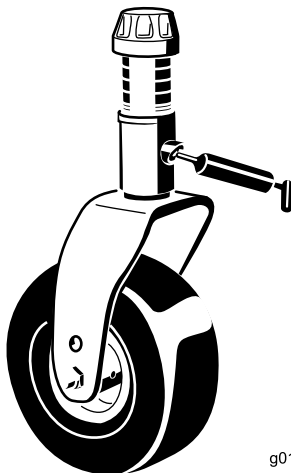

Figura 46
- Casquillo del eje de la horquilla de la rueda giratoria (1) (Figura 46)
- Casquillo del pivote del brazo tensor — situado en el brazo tensor (1)